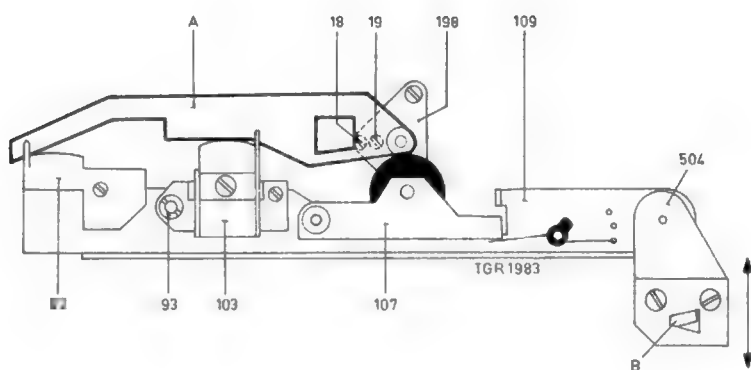

Fig. 15
### Instelling van de kopbeugel pos. 109, zie fig. 15
### Instelling van het toonaslager pos. 198, zie fig. 15
Het toonaslager moet zodanig worden ingesteld, dat de toonas loodrecht op de richting van de bandloop staat. Dit wordt gedaan met behulp van een instelmal pos. A (4822 402 60245), zie fig. 15.
- Schuif nu de mal zodanig op de toonas (terwijl de drukrol pos. 107 teruggetrokken wordt) dat deze zich op dezelfde hoogte (en symmetrisch) bevindt t.o.v. het loopvlak van de drukrol.
- Nu moet de instelmal precies in de bandgeleiders pos. 82 en de weergeefkop pos. 103 schuiven, zie fig. 15. (Beugel pos. 109 iets terugtrekken.)
- Is dit niet het geval dan kan de stand van de toonas ingesteld worden door schroef pos. 19 iets verder in of uit te draaien (eerst schroef pos. 18 losdraaien). Steeds dient men er op te letten dat de instelmal zich op dezelfde hoogte (en symmetrisch) bevindt t.o.v. het loopvlak van de aandrukrol.
### Instelling van de weergeefkop K1/K101 pos. 103 (zie fig. 15)
- Stel de weergeefkop pos. 103 door middel van moertje pos. 93 zodanig in dat maximum uitgangsspanning wordt gemeten.